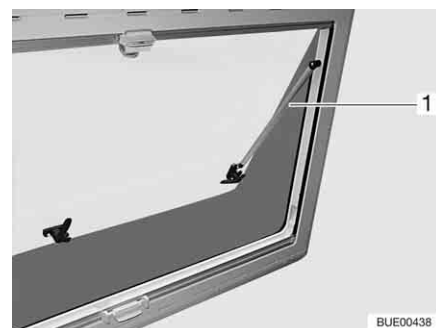

Fig. 34 Finestra apribile con deflettore automatico
- Aprire la finestra apribile fino al punto di arresto desiderato. Il deflettore automatico (Fig. 34,1) si innesta automaticamente in posizione.